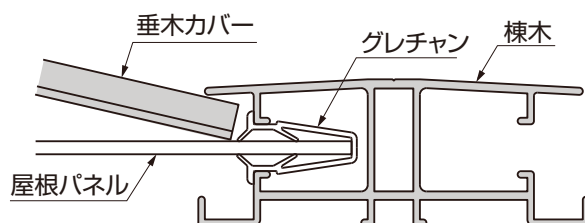

図8-2
- ① 垂木カバーを棟木に差込んでください。(図8-2参照)